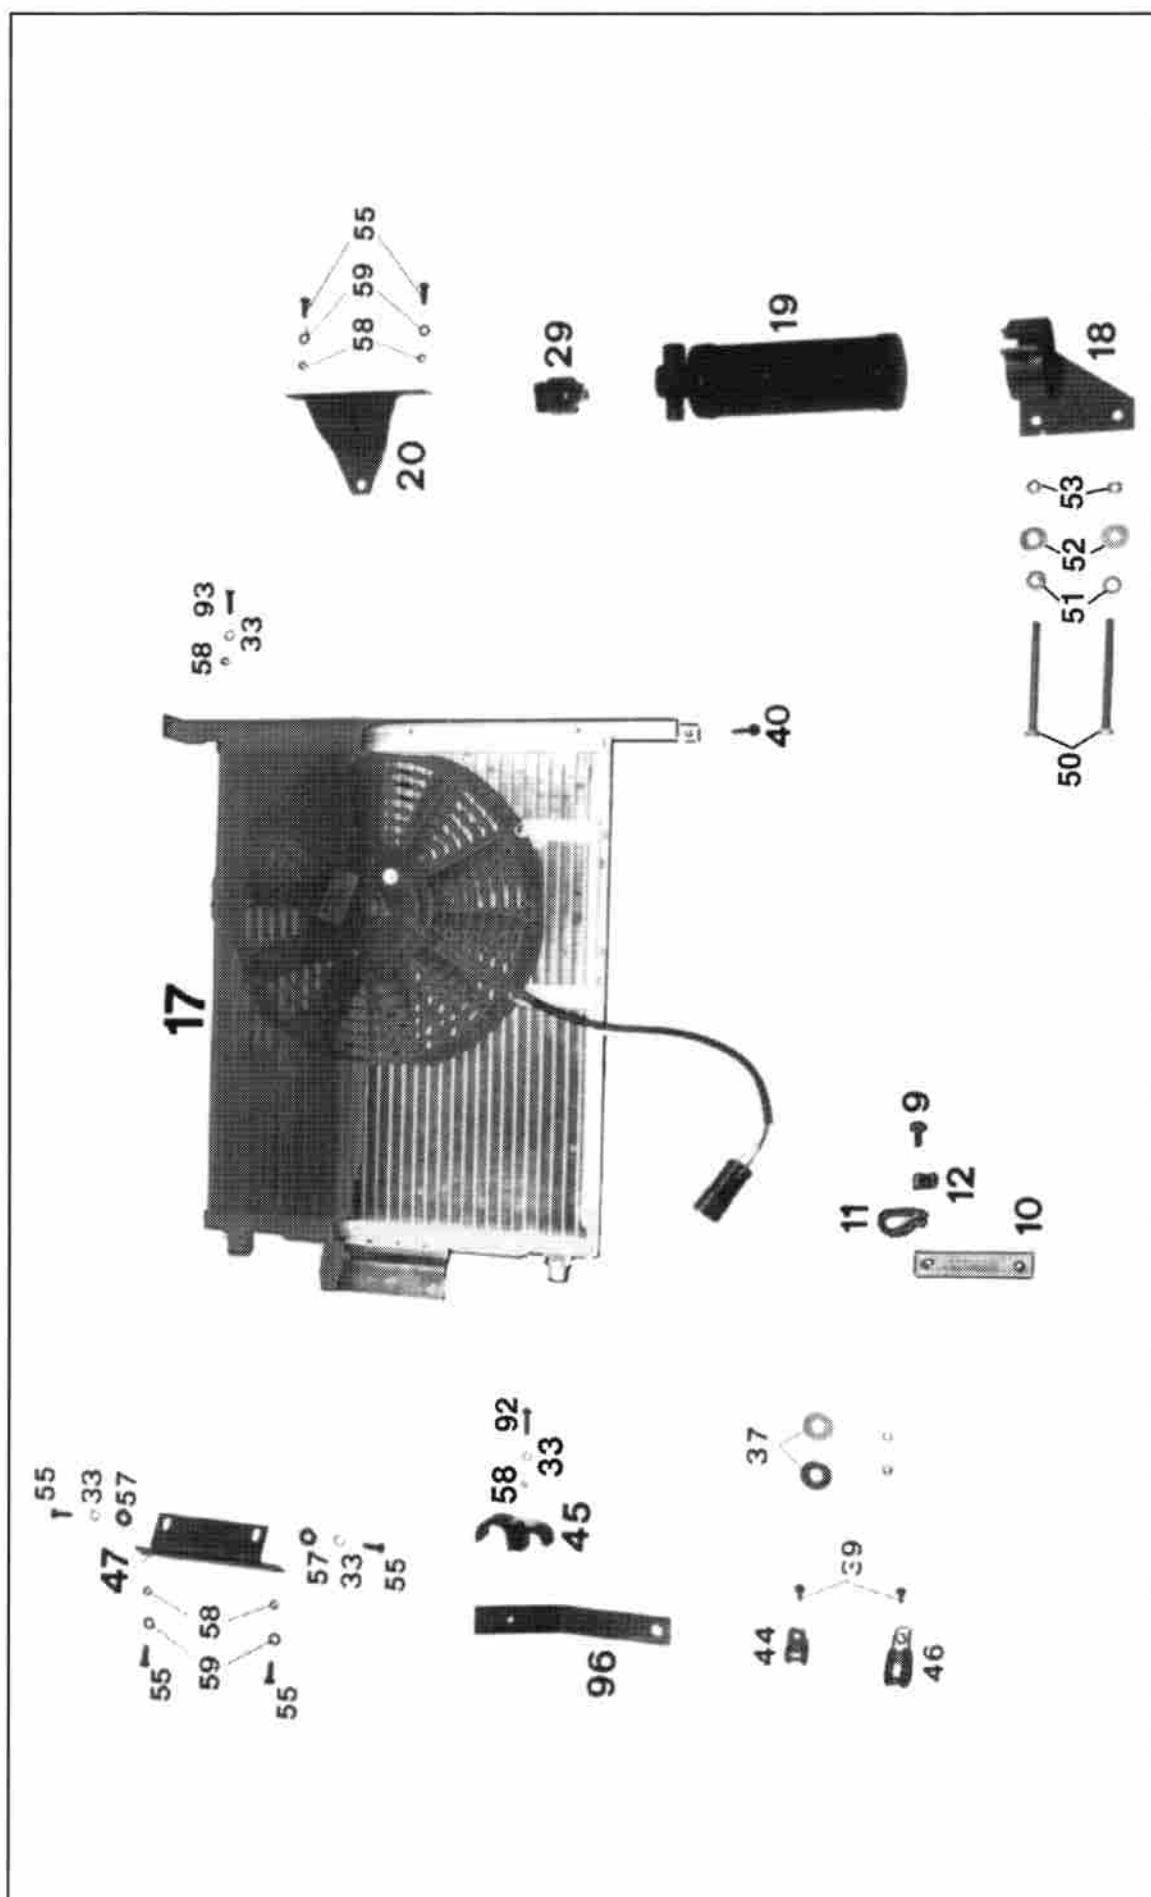

FIG. 2
ELENCO MATERIALE FORNITO (FIG. 2, 3 e 4) LISTE DU MATERIEL FOURNI (FIG. 2, 3 et 4) / LIST OF SUPPLIED MATERIALS (FIG. 2, 3 and 4) VERZEICHNIS DES GELIEFERTEN MATERIALS (ABB. 2, 3 und 4) / LISTA MATERIAL ABASTECIDO (FIG. 2, 3 y 4)
**ELENCO MATERIALE FORNITO (FIG. 2, 3 e 4)
LISTE DU MATERIEL FOURNI (FIG. 2, 3 et 4) / LIST OF SUPPLIED MATERIALS (FIG. 2, 3 and 4)
VERZEICHNIS DES GELIEFERTEN MATERIALS (ABB. 2, 3 und 4) / LISTA MATERIAL ABASTECIDO (FIG. 2, 3 y 4)**